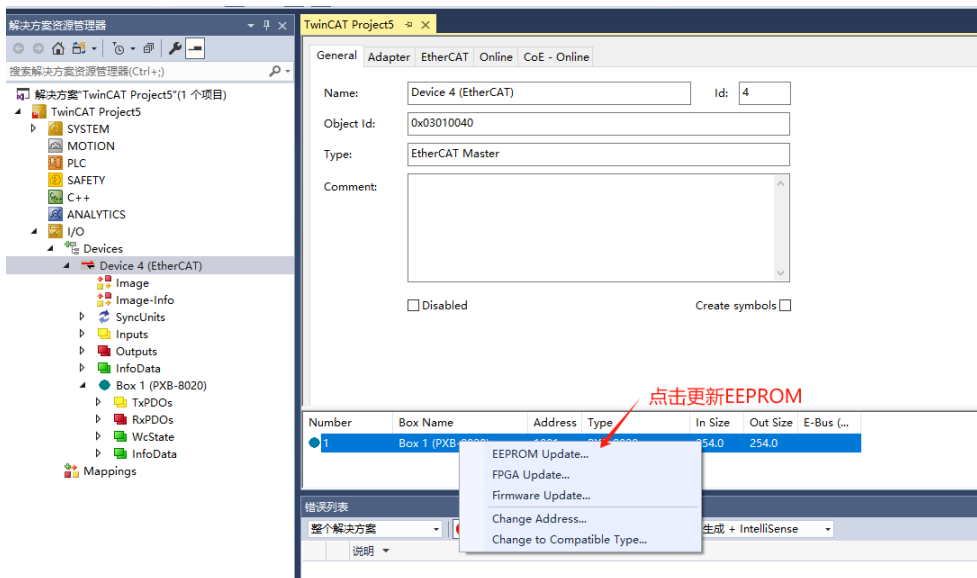

图 4.2 选择设备更新 EEPROM
- 2) 打开 TwinCAT, 点击扫描设备, 扫描完成后选择扫描出来的 Device 设备, 在 General 栏选择需要烧录 EEPROM 的从站设备, 鼠标右击, 点击 EEPROM Update..., 如图 4.2 所示。